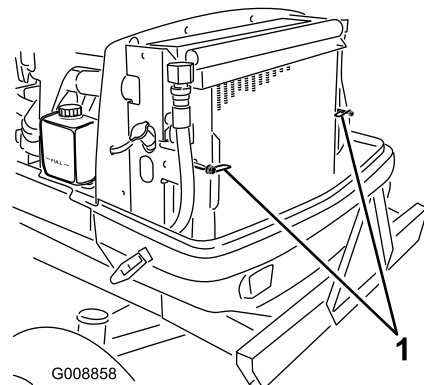

Bild 77
2. Drehen Sie die Riegel (Bild 77), mit denen der Ölkühler am Rahmen befestigt ist.